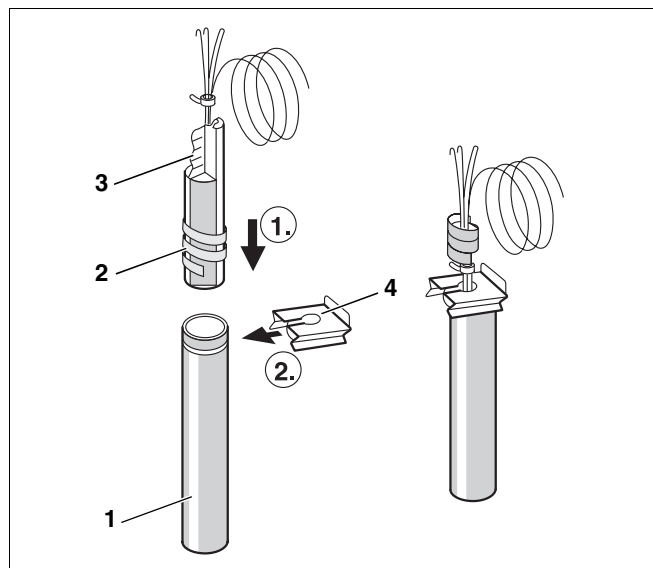

Fig. 3 Montering af føler
- Kunststofspiralen (fig. 3, **pos. 2**), der holder følerne sammen, skubbes automatisk tilbage ved indføringen.
For at sikre at der er kontakt mellem følerlommen (fig. 3, **pos. 1**) og føleroverfladerne, og at temperaturen dermed overføres sikkert, skal udligningsfjederen (fig. 3, **pos. 3**) være skubbet ind mellem følerne.
- Tryk følersikringen på følerlommehovedet fra siden eller ovenfra (fig. 3).